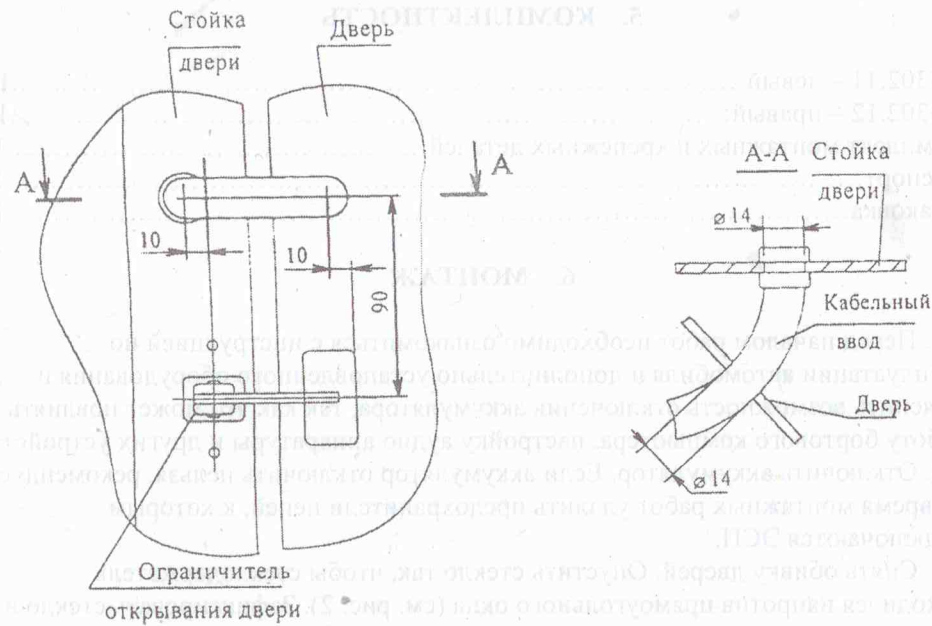

Рис. 1. Установка кабельного ввода.
6.5. Просверлить отверстие диаметром 14 мм в стойке двери для установки кабельного ввода (см. рис. 1).